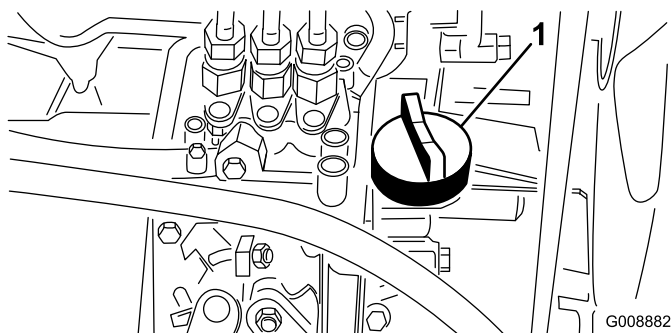

Figura 21
4. Si el nivel de aceite es bajo, retire el tapón de llenado (Figura 21) y añada poco a poco pequeñas cantidades de aceite, comprobando el nivel frecuentemente, hasta que el nivel llegue a la marca de lleno de la varilla.